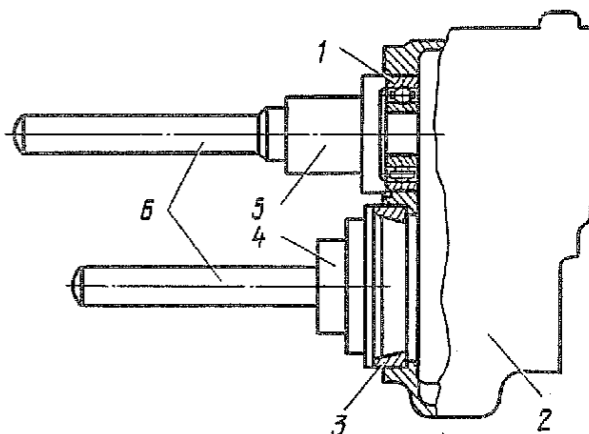

Рис. 173. Запрессовка наружных подшипников колесного редуктора:
3.8. Запрессовать в отверстия картера наружный подшипник 1 (рис. 173) вала ведущей шестерни и наружное кольцо 3 наружного подшипника вала ведомой шестерни до упора в картер (молоток 500 г, оправки, ручка для оправок).